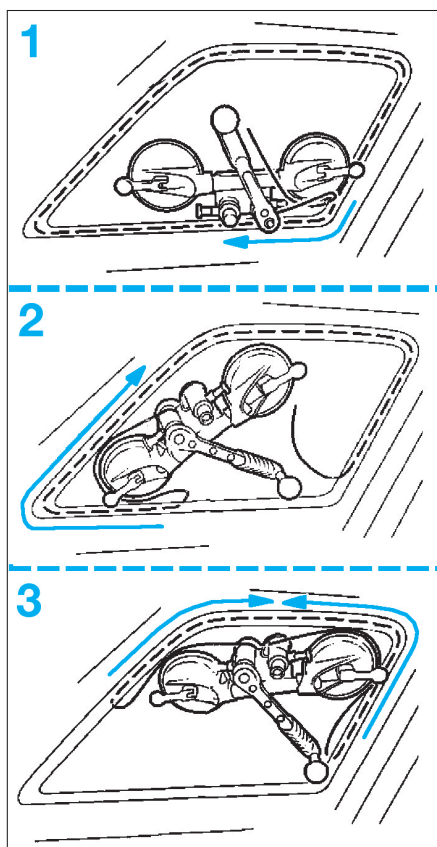

FIG. 81
- Découper le joint de colle dans le sens indiqué (fig. 81).